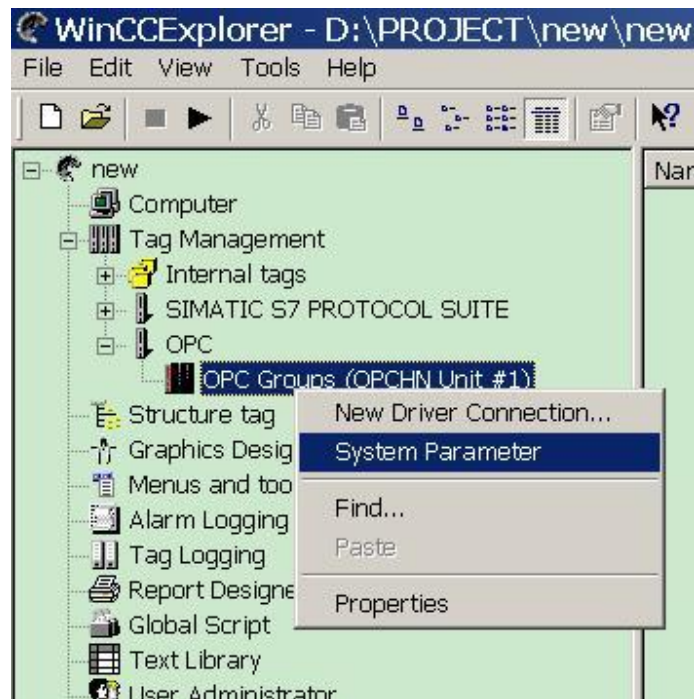

图 40 设置系统参数
3. 点开“OPC”左侧“+”号，对“OPC Groups”右击，选择“System Parameter”系统参数。如图 40。